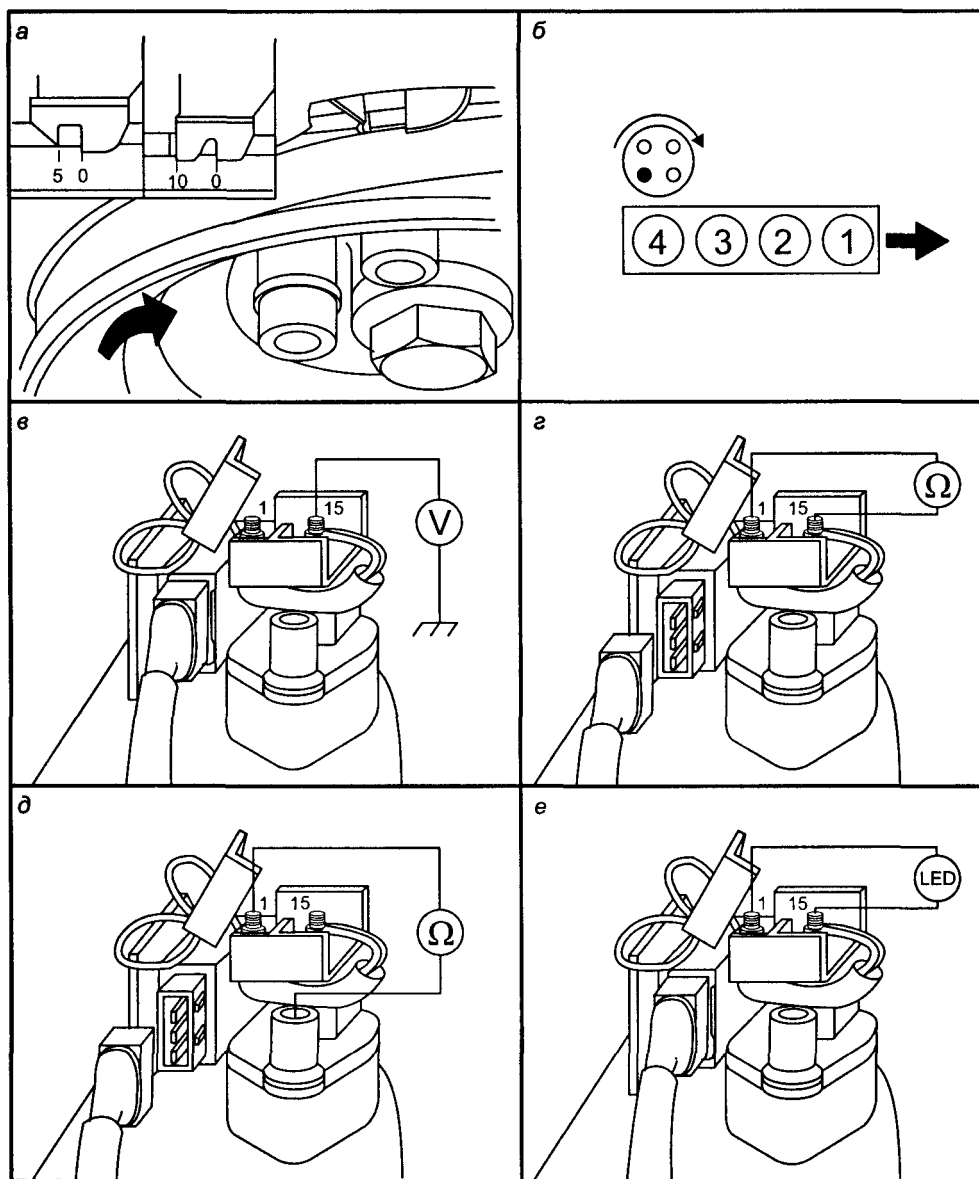

Рис. 2.2.9. Проверка системы зажигания
Момент зажигания проверяется с помощью стробоскопа на холостых оборотах двигателя, прогретого до рабочей (80 °С) температуры. Установочное значение момента зажигания двигателя «АВТ» 1/92—94 г.в. — 5—7° BTDC/750—1000 об/мин. Момент контролируется по меткам на переднем шкиве (см. рис. 2.2.9а) или маховике коленвала через контрольный колодец в районе распределителя зажигания. При несоответствии момента зажигания табличному, регулировка осуществляется поворотом корпуса распределителя зажигания.
Порядок зажигания — стандартный для 4-цилиндрового двигателя 1-3-4-2. Маркировка цилиндров и распределителя зажигания показана на рис. 2.2.9б.
- включить зажигание и проверить напряжение +12 В на выводе 15 катушки зажигания от шины «15» замка зажигания (см. рис. 2.2.9в). Если напряжение 12 В отсутствует — проверить предохранитель F27, замок зажигания и монтаж;
- отключить разъем коммутатора зажигания и проверить сопротивление первичной обмотки катушки между клеммами 1 и 15. Его величина должна быть 0,5—1,5 Ом (см. рис. 2.2.9г);
- отключить высоковольтный провод с клеммы 4 катушки и проверить сопротивление вторичной обмотки между клеммами 1 и 4. Его величина должна быть 5000—9000 Ом (см. рис. 2.2.9д).
- подключить разъем коммутатора зажигания на место и, подключив LED-индикатор к контактам 1 и 15 катушки зажигания (см. рис. 2.2.9е), коротко прокрутить двигатель стартером, индикатор должен мигать, если нет — заменить неисправный коммутатор зажигания.